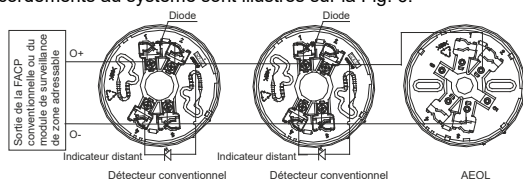

Fig. 6
- Lorsque l'unité de fin de ligne active DP-9907 n'est pas utilisée comme base du détecteur, elle doit être recouverte d'un couvercle. Les raccordements au système sont illustrés sur la Fig. 6.